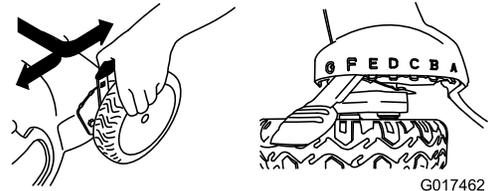

Figura 11
**Nota:** Para elevar el cortacésped, mueva las 4 palancas de altura de corte hacia adelante; para bajar el cortacésped, muévalas todas hacia atrás (Figura 11).